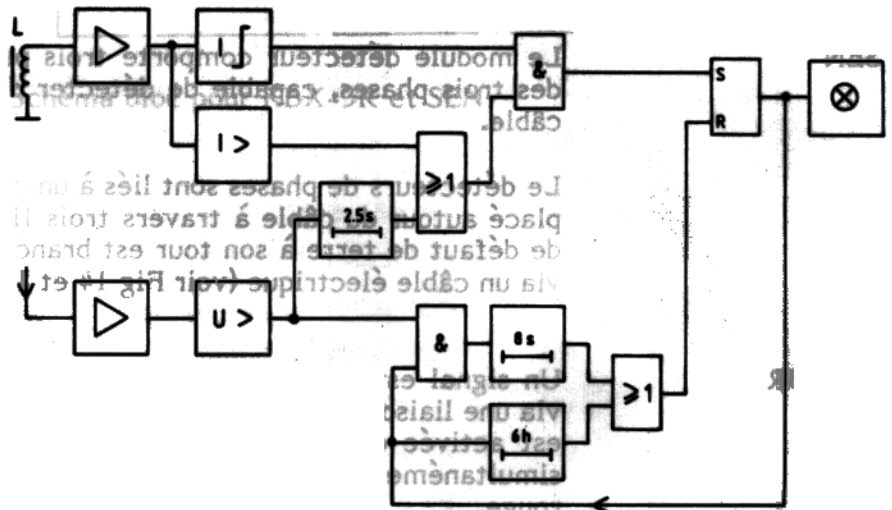

Fig.4 Schéma bloc pour KBX-111B
L'inductance (L) capte la variation du champs magnétique à l'endroit où l'appareil est fixé, une distance h, au-dessous des conducteurs. (Voir Fig.4.)
Pour éviter que l'appareil démarre en présence d'appel de courant lorsqu'on ferme un disjoncteur sur une ligne saine, l'appareil est rendu insensible à l'augmentation du champs magnetique pendant 2,5 secondes après fermeture de la ligne. Cependant cela empêchait le fonctionnement de l'appareil pour un défaut permanent. Pour tenir compte de ce problème l'appareil possède un détecteur de seuil. Pour avoir le fonctionnement de l'appareil lors de la fermeture d'une ligne avec un défaut permanent le détecteur de seuil doit fonctionner. Le niveau de seuil dépend de la distance (h) entre les conducteurs et l'appareil et la liaison marquée "B" à l'intérieur de l'appareil doit être enlevée (voir Fig.4). En augmentant la distance de 3 mètres à 5 mètres le niveau de seuil est multiplié par un coefficient de 2,5 (approximatif).